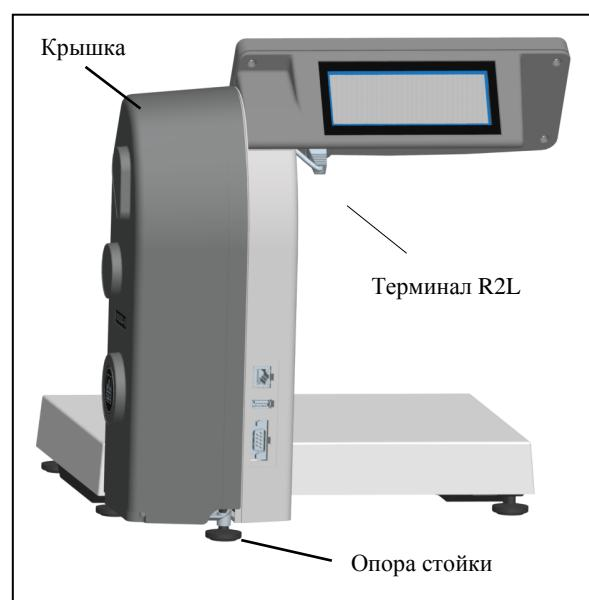

Рис. 3.3 - Весы MK_RL10-1,
3.6 Установить весы на твердой, ровной поверхности, неподверженной вибрациям (на столе). Ввернуть полностью опору стойки (см. Рис. 3.3).